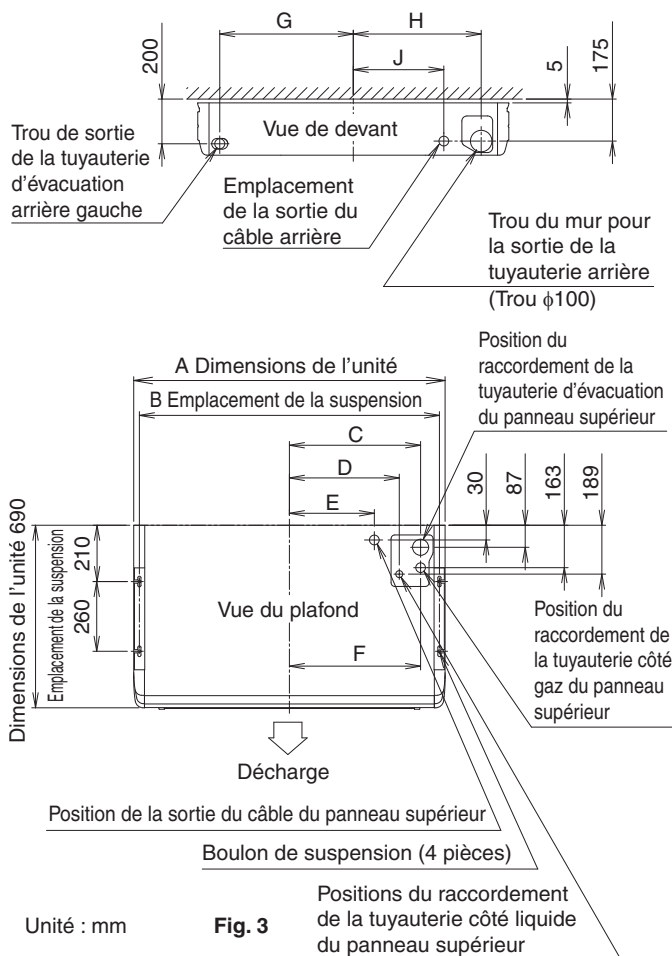

Fig. 3
(1) Vérifiez l'emplacement des vis à œillets de l'unité intérieure, des tuyaux de sortie, des trous de sortie du tube d'évacuation et le câblage électrique des trous d'entrée. (Reportez-vous à la Fig. 3)